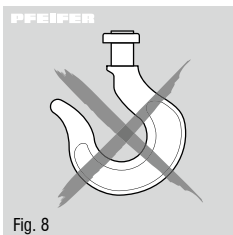

Fig. 8
- Non è ammessa la rimozione delle staffe di sicurezza dal gancio di sospensione o portacarichi (fig. 8).